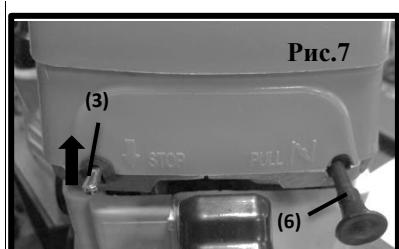

Рис.7
2. Переведите переключатель (3) в положение «ВКЛ». (Рис.7)
3. Переведите рычаг заслонки (6) в закрытое положение, вытянув его на себя (рис.7,8).